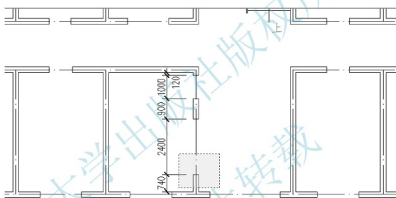

图 3.62 选择被拉伸的对象
(1) 将视图调整至图 3.62 所示的状态。
(2) 单击【修改】工具栏上的【拉伸】图标  (快捷键 S),启动【拉伸】命令。
① 在**选择对象**: 提示下,用交叉选方式选择图 3.62 所示的窗洞口下侧的墙线。